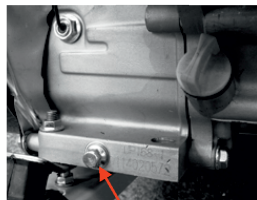

Рис. 19
3. Выкрутите сливной болт (Рис. 19, 20)
5. Закрутите на место сливной болт с прокладкой (Рис. 19)